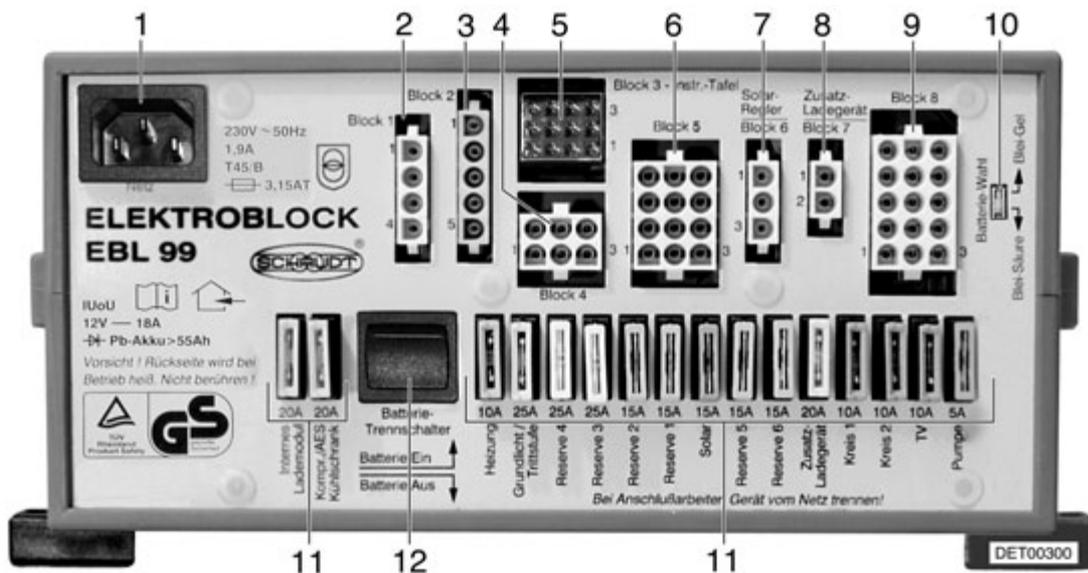

Fig. 117 Bloc électrique EBL 99
Le bloc électrique (Fig. 117) se trouve sous le siège passager dans la console du siège.
Le chargeur intégré dans le bloc électrique peut être réglé avec le sélecteur de batterie (Fig. 117,10) quant au type de batterie montée dans le véhicule : "plomb-gel" ou "plomb-acide".
- Régler le sélecteur de batterie (Fig. 117,10) avec un objet fin, par ex. avec une mine de stylo.
L'interrupteur-séparateur de batterie (Fig. 117,12) coupe tous les consommateurs à 12 V de la cellule, y compris la valve de sécurité et de vidange. Ceci permet d'éviter une décharge lente de la batterie de cellule lorsque le camping-car reste inutilisé pendant une longue période (p. ex. immobilisation temporaire).
Les appareils électriques branchés sur l'alimentation 12 V de la cellule sont protégés par des fusibles séparés. Les fusibles se trouvent dans le compartiment moteur, près de la batterie de cellule et sont accessibles par le bloc électrique (Fig. 117).